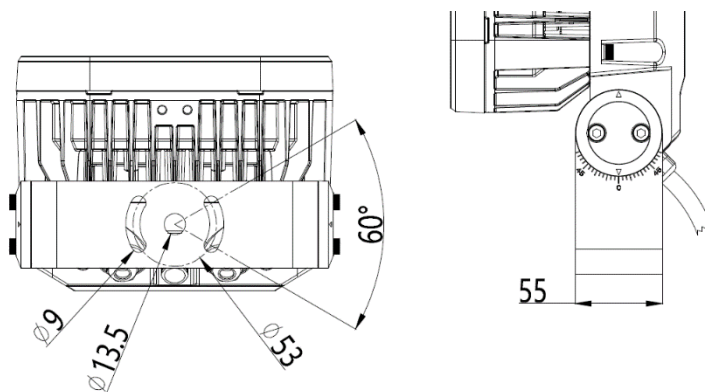

Figure 1. Montage des lyres versions S et M
1. Voir Figure 1. Installez une fixation M12 au travers du perçage central de 13,5 mm et serrez-la à la main contre la surface.